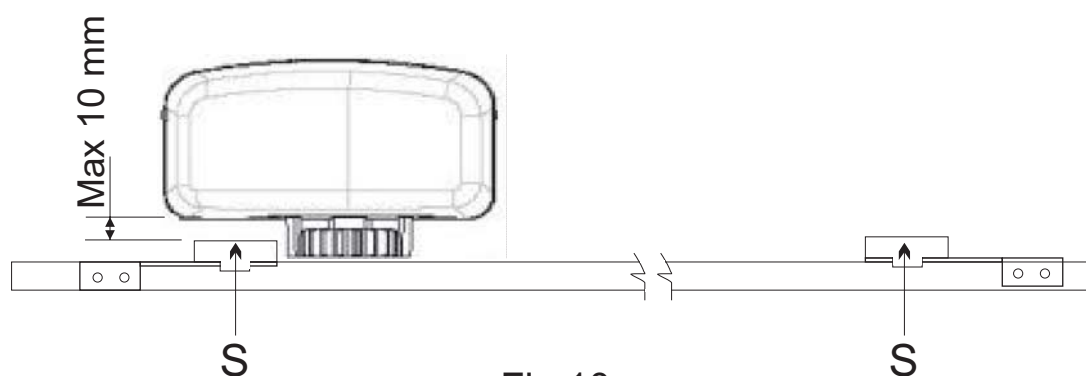

Fig.10
Positionner les brides/pattes de fin de course de façon à ce que le point indiqué (S) en fig.10 soit au centre du pignon. La distance à respecter entre aimants et moteurs doit être entre 5 et 10 mm.